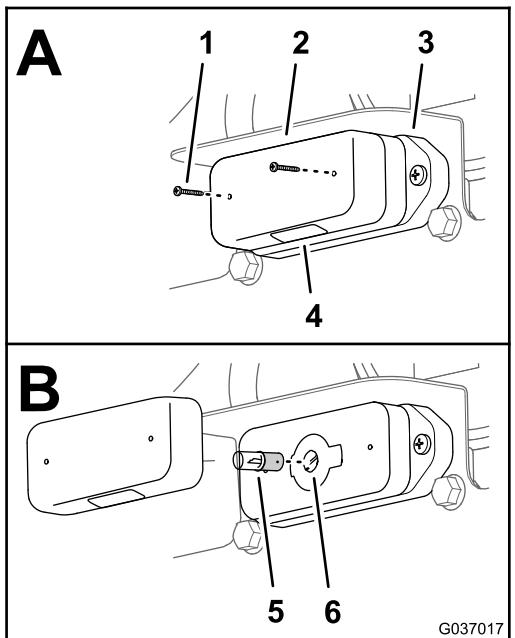

Figura 76
1. Retire os dois parafusos que fixam a cobertura à base da luz de matrícula e retire a cobertura (A de Figura 76).
2. Empurre ligeiramente a lâmpada e rode-a no sentido contrário ao dos ponteiros do relógio até que tenha desbloqueado da tomada de luzes e retire a lâmpada (B de Figura 76).
3. Insira a nova lâmpada na tomada da lâmpada (B de Figura 76).
4. Empurre ligeiramente a lâmpada e rode-a no sentido dos ponteiros do relógio até que bloquee na tomada (B de Figura 76).
5. Alinhe a cobertura com a base da luz de matrícula com a lente para baixo (A de Figura 76).